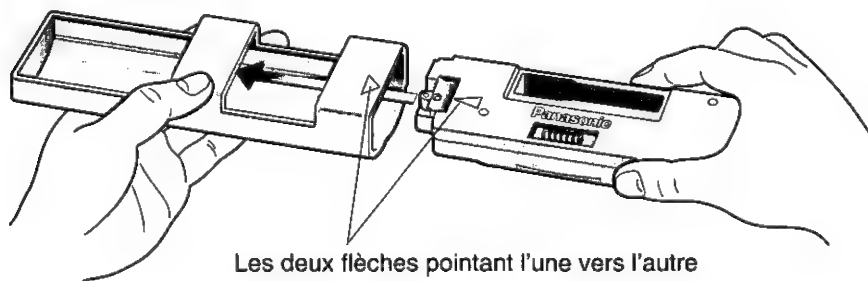

Fig.3
- ④ Tel qu'illustré à la figure 3, insérer le panneau avant dans l'étui, avec la flèche pointant vers l'étui, jusqu'à ce qu'un déclic se fasse entendre. Ranger le panneau dans l'étui. Le panneau peut alors être transporté en toute sécurité. (**Modèle CQ-R545/R525EUC seulement**)
- ⑩ Étui du panneau avant amovible